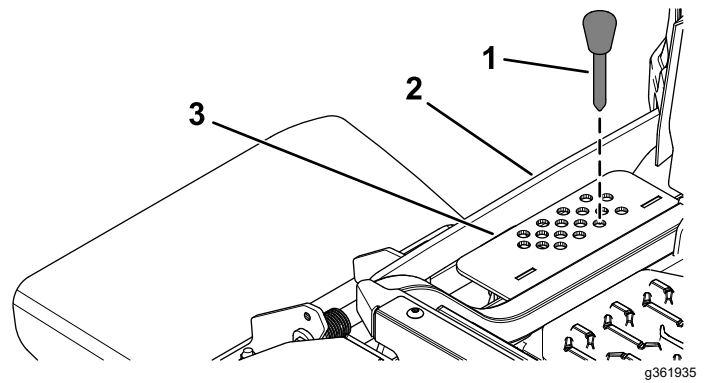

Figure 29
2. Placez l'axe de chape dans le trou du support correspondant à la hauteur de coupe voulue (Figure 29).
3. Appuyez sur le bas de l'interrupteur de commande du plateau jusqu'à ce la tringlerie de hauteur touche légèrement la goupille de hauteur de coupe (Figure 29).